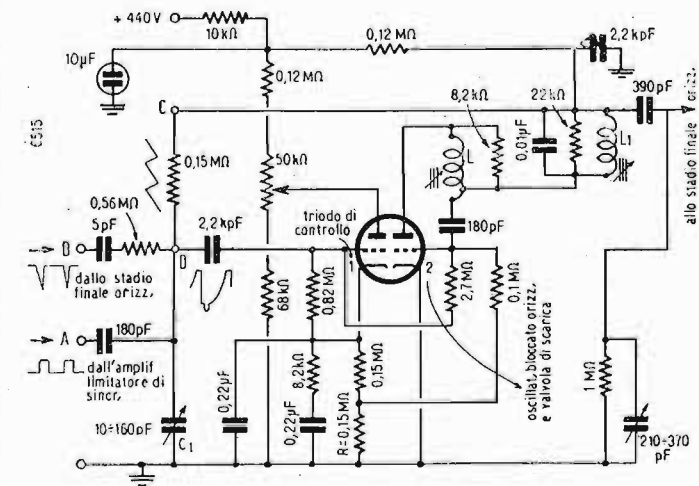
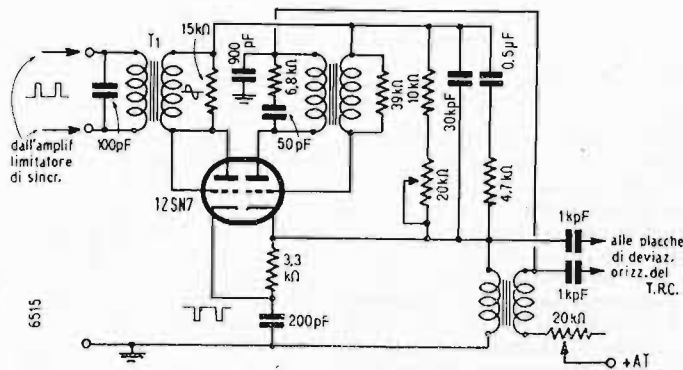

Fig. 40. - Circuito RCA per la sincronizzazione orizzontale con C.A.F. a durata di impulso.
Fig. 43 - Circuito monovalvolare per la sincronizzazione orizzontale con C.A.R. e segnale di sincronismo sinodiale.
14. - Tutti i sistemi fin qui descritti e basati sul principio del C.A.F. hanno in comune lo svantaggio di essere antieconomici, perchè richiedono vari stadi e circuiti piuttosto complessi. La RCA ha recentemente studiato il circuito riprodotto in fig. 40 al quale ha arriso subito un notevole successo e che si prevede verrà adottato su vastissima scala dai costruttori. La ragione principale della sua rapida diffusione consiste nella sua semplicità e nel suo basso costo; esso impiega una sola valvola (doppio triodo 6SN7) per disimpegnare le funzioni di regolatore automatico di frequenza, di oscillatore bloccato, di valvola di scarica e di generatore del segnale di confronto.
Il principio dello schema di fig. 40 è nuovo, in quanto per effetto del C.A.F. lo slittamento di frequenza dell'oscillatore blocca la frequenza di linea.
Se al punto A del circuito di fig. 40 perviene il segnale sincro completo, anzichè solo gli impulsi di linea, la larghezza del picco positivo della tensione  $e_5$  risultante applicata in D alla griglia del triodo 1, non subisce alterazione, perchè la modulazione di larghezza è governata solo dalla prima parte (pochi per cento del periodo di linea) dell'impulso sincronizzante, mentre la seconda parte affetta, come si è detto, la porzione inferiore di  $e_4$  ed  $e_5$ , porzione che rimane senza effetto per la correzione di frequenza, quindi l'impulso può anche insistere a lungo in questa regione, come nel caso di un impulso largo verticale, senza che il funzionamento venga turbato. Molto opportuna da questo punto di vista è la notevole pendenza della tensione parabolica  $e_4$ , in virtù della quale vengono facilmente eliminati i segnali a sinistra e a destra del picco positivo. Si faccia attenzione al fatto che essendo gli impulsi larghi verticali di frequenza doppia di quella di linea, il secondo impulso largo nello standard *RMA* può arrivare ad interessare un picco di  $e_4$  per un brevissimo intervallo di tempo e quindi a sbloccare il triodo 1 in cui scorrerebbe un piccolo impulso di corrente, che a sua volta genererebbe un breve impulso correttore; per eliminare questo eventuale funzionamento anormale, si opera una modesta differenziazione, che conserva la massima parte utile del rettangolo sincronizzante. È evidente che allo stesso modo degli impulsi frazionati verticali possono in tal modo venir eliminati anche i guizzi dovuti a disturbi.
Se alla formazione della tensione risultante  $e_3$  applicata alla griglia del triodo 1, presiedono solo i segnali  $e_1$  ed  $e_2$ , cioè se si elimina la componente  $e_3$  (fig. 41b), il circuito di fig. 40 risulta semplificato e può continuare a funzionare in modo soddisfacente, ma il controllo della frequenza è meno efficiente, perchè il segnale di confronto, ridotto alla sola tensione  $e_3$  (fig. 41c), presenta il tratto discendente in prossimità del vertice assai meno ripido di quello della tensione composta  $e_4 = e_2 + e_3$ .
15. - In fig. 43 è rappresentato un altro circuito basato sul C.A.F. e, analogamente a quello di fig. 40, facente uso di una sola valvola (un doppio triodo 12SN7); esso è di realizzazione molto semplice poichè il segnale di confronto è costituito da impulsi rettangolari ricavati dal dente di sega applicato alle placche di deviazioni orizzontali del T.R.C., che deve essere del tipo elettrostatico.
tenuta applicando detti impulsi, resi di ampiezza costante da uno stadio amplificatore e limitatore precedente non rappresentato in fig. 43, al primario accordato alla frequenza di linea del trasformatore  $T_1$ . La sezione 1 della 12SN7 è montata a diodo avendo la griglia connessa con la placca, alla quale perviene l'onda sinodiale presente al secondario di  $T_1$ . Al catodo del diodo vengono adottati impulsi rettangolari negativi ottenuti, come si detto, dal dente di sega verticale per integrazione operata dal circuito catodico della sezione 2 triodica della 12SN7. La composizione del segnale sinodiale a frequenza esatta col segnale di confronto dà luogo ad una risultante analoga a quella rappresentata in fig. 35 a) b) c) per il diodo  $D_1$ , colla differenza che la composizione interessa solo la semionda positiva, perchè in fig. 43 agisce un solo diodo, quindi nel caso di coincidenza tra la frequenza dei due segnali confrontati il guizzo positivo di cresta risultante è situato esattamente a metà del tratto discendente della semionda sinodiale positiva; nel caso di anticipo dell'oscillatore locale il guizzo di cresta risultante è situato più a sinistra del centro in prossimità del massimo positivo della semionda sinodiale (analogamente a fig. 35c); nel caso di ritardo dell'oscillatore locale il guizzo di cresta è situato più a destra del centro in prossimità dell'asse di riferimento (analogamente a fig. 35b).
Si insiste nel far notare che per il circuito di fig. 43 un anticipo dell'oscillatore locale (tensione rettangolare) corrisponde ad un ritardo dell'oscillatore locale (tensione sinodiale) di fig. 34, quindi la risultante è analoga (non uguale) a quella di fig. 35c); viceversa il caso di ritardo per l'oscillatore di fig. 43 corrisponde la condizione di anticipo dell'oscillatore di fig. 34 e quindi la risultante è del tipo di fig. 35b); ciò è dovuto al fatto che le forme d'onda dei segnali di sincronismo e di confronto sono scambiate nelle fig. 34 e 43.
Nel circuito di fig. 43 ai capi del carico del diodo si sviluppa una tensione rettificata proporzionale al valore di cresta della tensione composta dianzi considerata; questa tensione continua controlla la polarizzazione negativa della sezione 2 oscillatrice della 12SN7, nel senso che ad un aumento della frequenza dell'oscillatore corrisponde una tensione di polarizzazione correttiva più negativa e quindi una diminuzione della frequenza generata; ovvero ad una diminuzione della frequenza dell'oscillatore corrisponde una tensione correttiva meno negativa e quindi un aumento della frequenza generata al valore esatto di sincronismo.